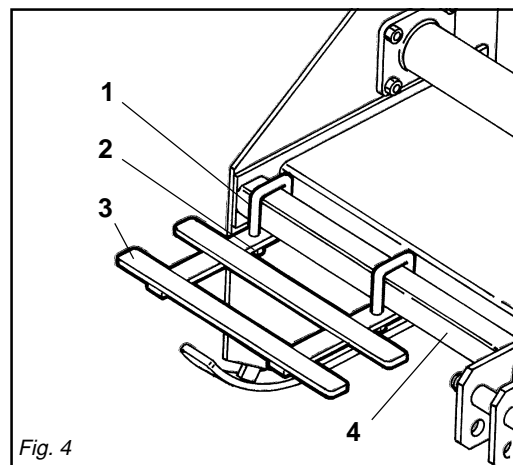

Fig. 4
- Mediante i cavallotti (1 Fig. 4) e le viti (2 Fig. 4) montare le protezioni (3 Fig. 4) sul tubo (4 Fig. 4) posizionandole (una a destra e una a sinistra) il più esterno possibile.
- *Mount guards (3 Fig. 4) on tube (4 Fig. 4) using U-bolts (1 Fig. 4) and bolts (2 Fig. 4) setting them (one on the right and one on the left) in the outermost position.*
- Mit dem Bügel (1 Fig. 4) und den Schrauben (2 Fig. 4) den Schutz (3 Fig. 4) auf dem Rohr (4 Fig. 4) montieren, wobei die Schutzteile so weit wie möglich außen (eins rechts und eins links) zu positionieren sind.
- *A l'aide des crampillons (1 Fig. 4) et des vis (2 Fig. 4) montez les protections (3 Fig. 4) sur le tube (4 Fig. 4) en les plaçant le plus possible à l'extérieur (une à gauche et une à droite).*
- Mediante los pernos en U (1 Fig. 4) y los tornillos (2 Fig. 4) montar las protecciones (3 Fig. 4) en el tubo (4 Fig. 4) posicionandolas (una a la derecha y una a la izquierda) lo más hacia lo externo posible.